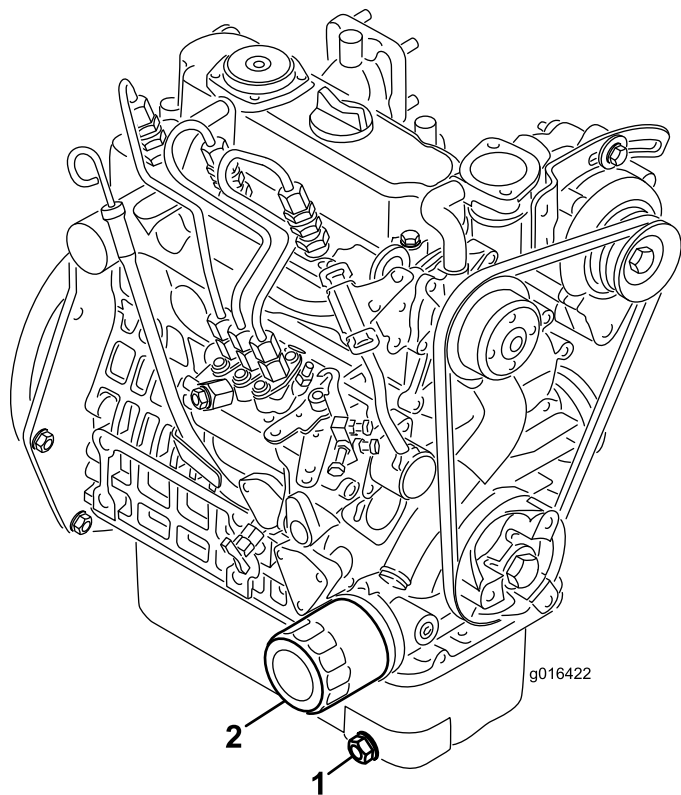

Рисунок 33
1. Снимите маслосливную пробку (Рисунок 33) и дайте маслу стечь в сливной поддон. Когда масло перестанет течь, установите маслосливную пробку на место.